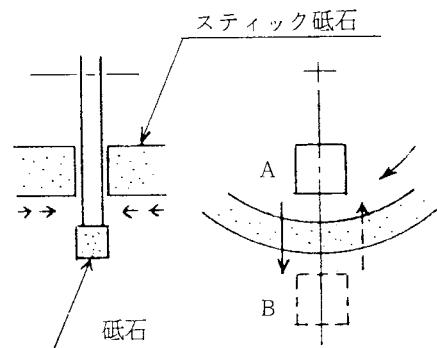

図3-10
(4) ダイヤモンド砥石の取付け
- 実技課題(1) 7 (1)~(4) 参照
(5) ツルーイング
① 砥石側面振れの修正。
- 両側面ドレッサ装置にスティック砥石を保持させ、装置を電磁チャック上に取り付け、図3-10のように砥石を挟むようする。